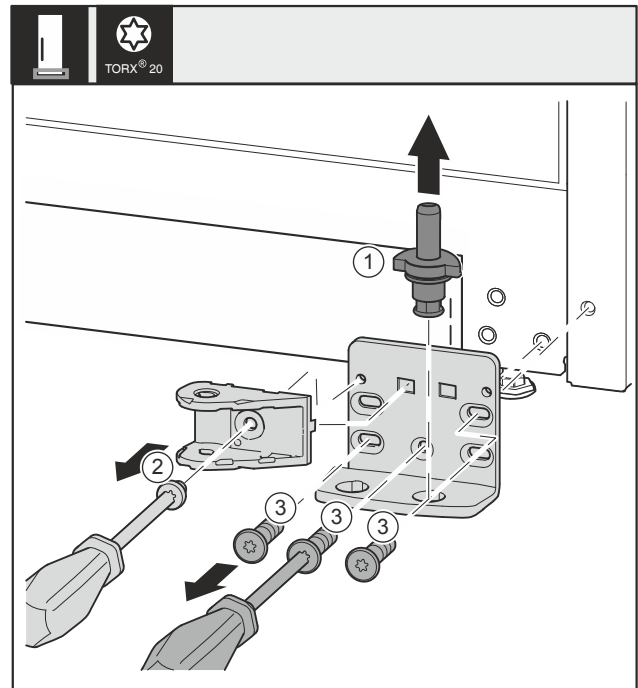

Fig. 36
- Опорный палец Fig. 36 (1) полностью извлеките движением вверх.
- Открутите винт Fig. 36 (2) отверткой и снимите соединительный элемент амортизатора закрывания дверей.
- Открутите винты Fig. 36 (3) отверткой и снимите опорный кронштейн.